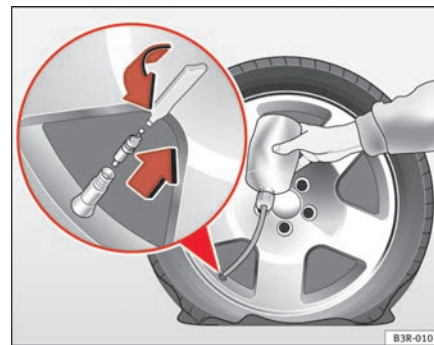

Fig. 195 Riparazione
- Svitare il cappuccio parapolvere della valvola del pneumatico e, servendosi dell'apposito estrattore, rimuovere l'elemento di tenuta della valvola ⇒ pag. 265, fig. 195.